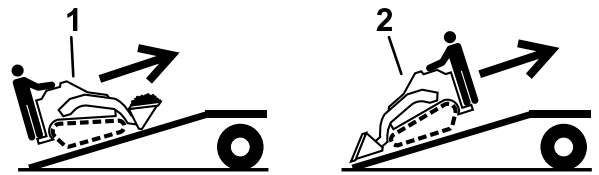

図 30
5. 積み込みは、機体の前後のうち重い方を山側登り側にして行う 図 30。
1. 歩み板を降ろす板と地面との角度が $15^\circ$ 以下となるにすること 図 30。